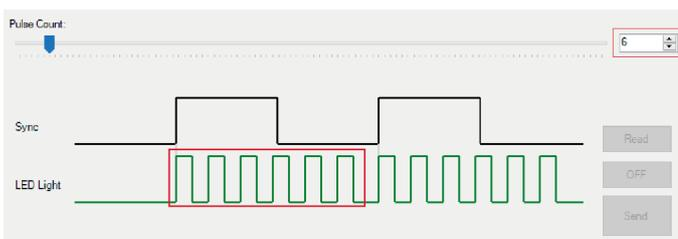

Abbildung 49: Pulse Count
- Pulse Count einstellen (Abbildung 49, Seite 58).